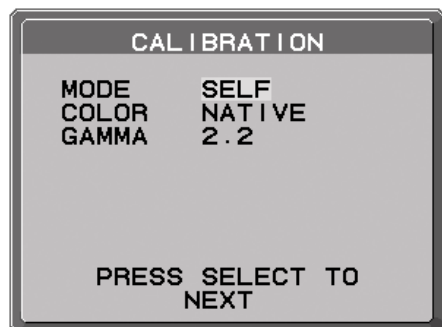

Figura S.6
5. Utilizzare "SIN" e "DEST." per selezionare AUTO nella selezione MODALITÀ (**Figura S.6**). Premere "SU" o "GIÙ" per spostarsi alla selezione successiva. Utilizzare "SIN" e "DEST." per selezionare la modalità Colore nella selezione Sistema di controllo del colore (**Figura S.6**). Premere "SU" o "GIÙ" per spostarsi alla selezione successiva.
6. Selezionare la GAMMA di destinazione: NESSUNA CORREZIONE, 2.2, OPZIONE, PROGRAMMABILE, PERSONALIZZATO e SALTA (**Figura S.6**).